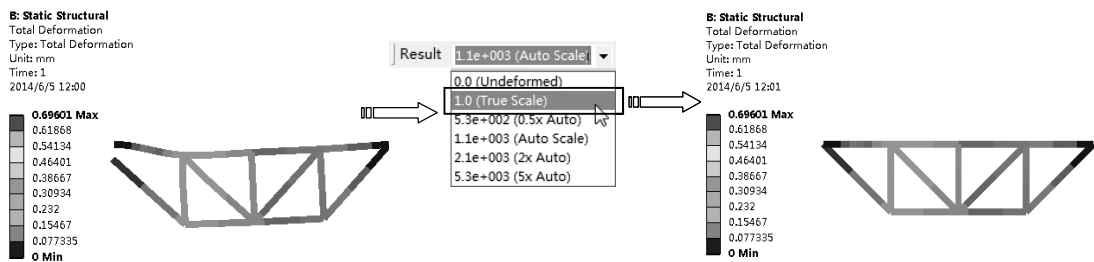

图 5-105 变形云图
- 2) 变形云图。在【Outline (分析树)】中选择【Solution (B6)】节点，单击其下的【Total Deformation】项  Total Deformation，在图形窗口显示出变形云图。选择【Result】工具栏上的【1.0 (True Scale)】项，可真实显示变形云图，如图 5-105 所示。